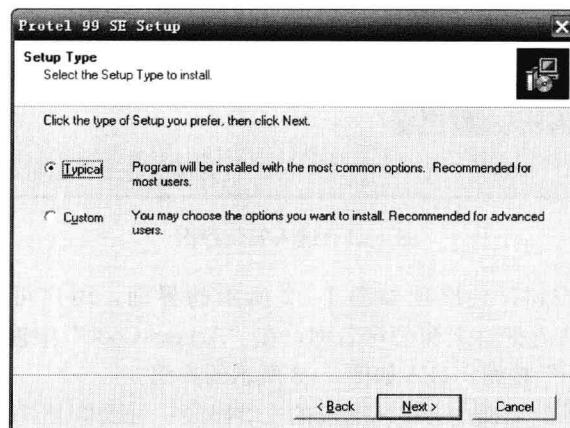
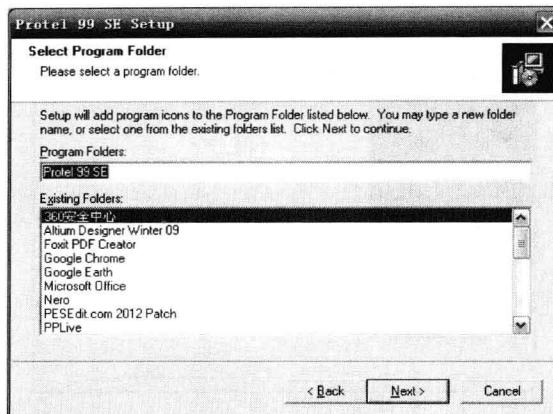

图 1-4 软件安装类型
图 1-5 创建“开始”菜单项
(4) 这时会进入选择安装类型界面, 如图 1-4 所示, 一般选择 Typical (典型安装)。单击“Next”按钮, 进入如图 1-5 所示界面。
(5) 如图 1-5 所示, 系统提示创建“开始”菜单项, 单击“Next”按钮进入下一步。